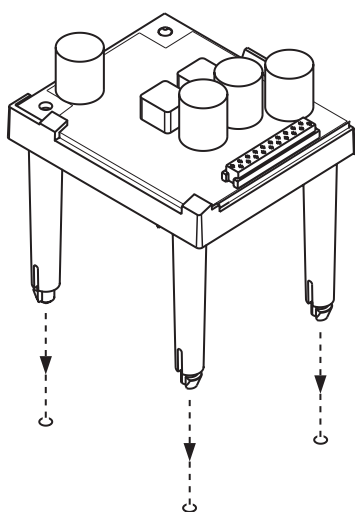

Abb. 12.4: Installation
- 1 Entfernen Sie die Abdeckung von der Endstufe und suchen Sie die Ausgabeplatine (siehe Abb. 12.4).
- S701 Lassen Sie die Überwachungsplatine auf der Tischkonsole einrasten (siehe Abb. 12.4).